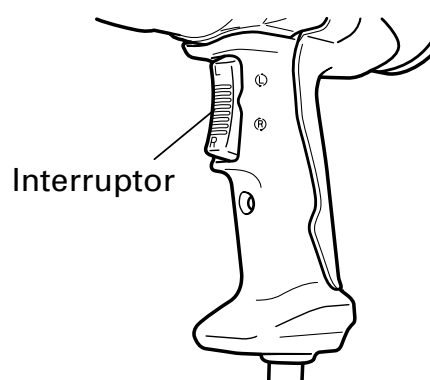

Fig. 3
1. Operación del interruptor (Fig.3)